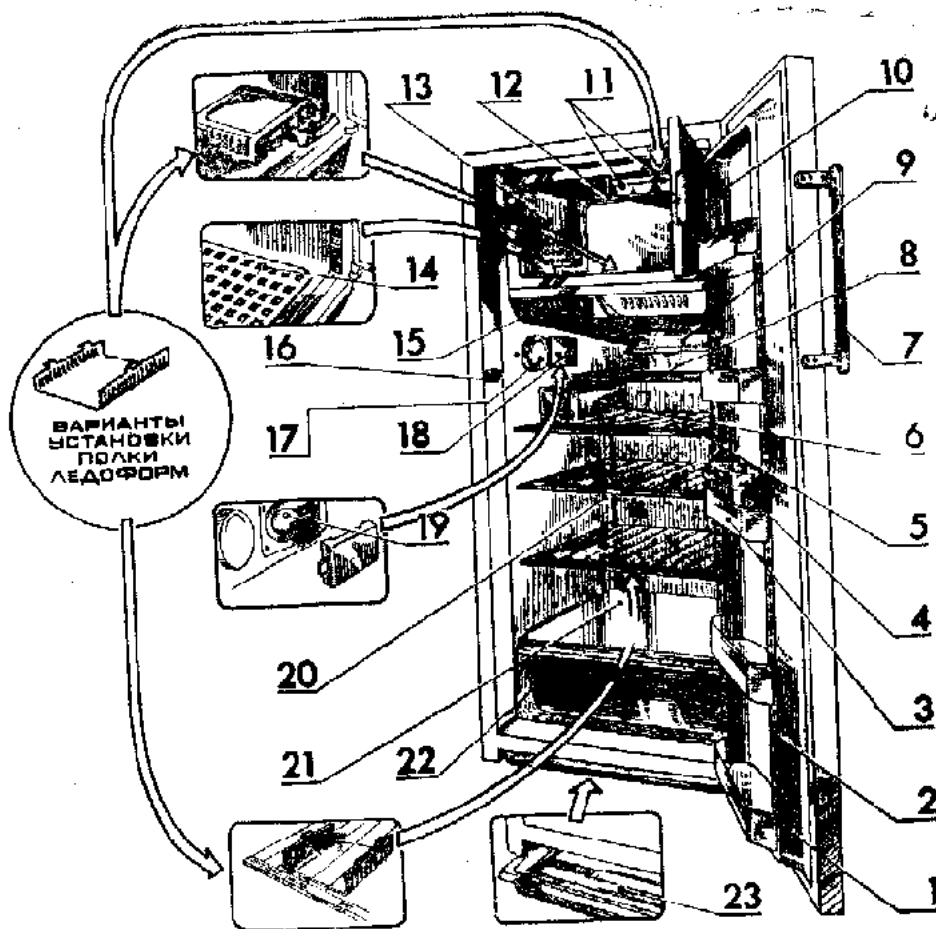

Рис. 1. Схема расположения съемных элементов, отделений и приборов управления:
5.2. Расположение основных элементов холодильника показано на рис. 1.
Полка ледоформ 13 с ледоформами 12 может размещаться на дне ИТО (см. рис. 1). При отсутствии надобности в